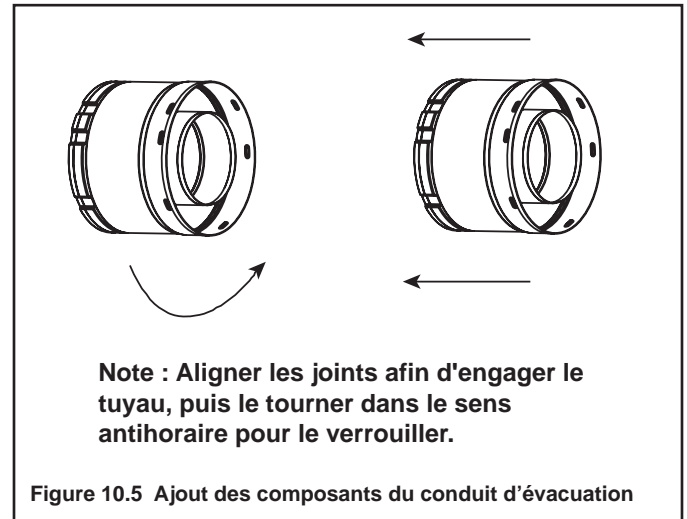

Figure 10.5 Ajout des composants du conduit d'évacuation
- Aligner le joint du tuyau avec celui du collier afin qu'il se connecte. Tourner un composant du conduit d'évacuation afin de le verrouiller en place. Suivre cette procédure pour l'ensemble des composants du conduit d'évacuation. Voir la Figure 10.5.